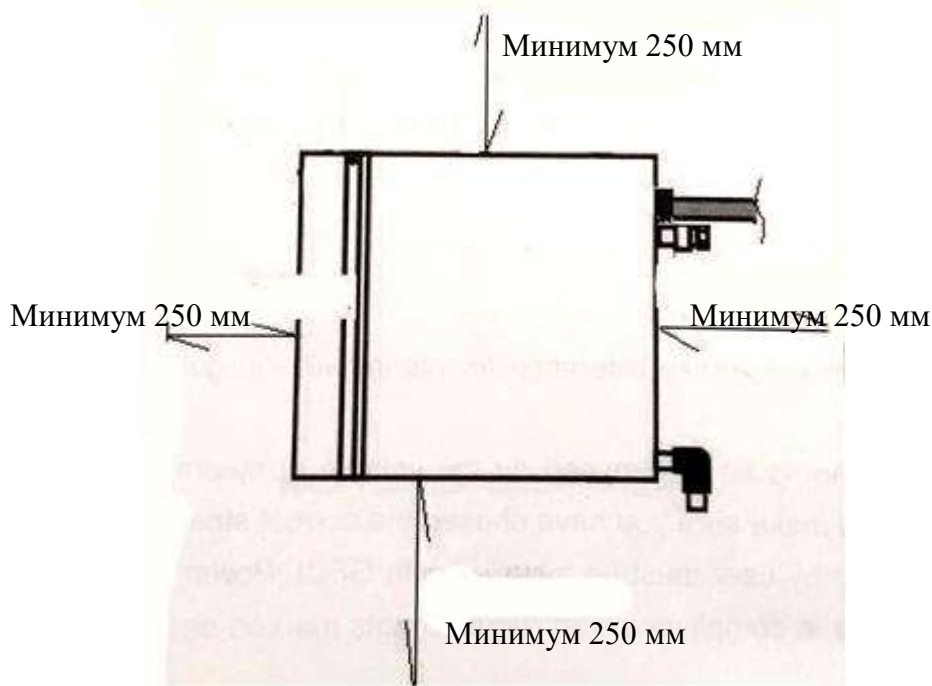

Рисунок 7 Схема безопасного расстояния
- Для облегчения технического обслуживания парогенератор должен быть установлен так, чтобы заводская табличка с паспортными данными была хорошо видна, также для целей безопасности вокруг парогенератора должно быть оставлено 250 мм свободного пространства, см. приведенный ниже рисунок 7.